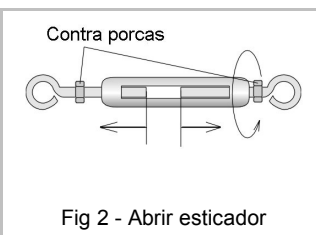

Fig 2 - Abrir esticador
2.2 Abrir os esticadores (fig. 2), girando o corpo central e mantendo fixos os olhais. Esta abertura permitirá o ajuste fino de tensão no cabo.